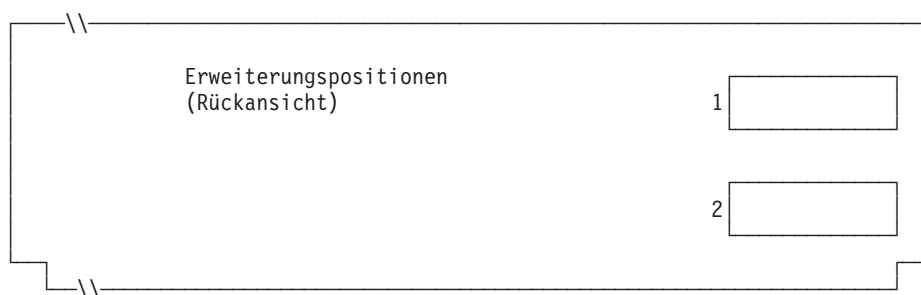

Abbildung 97. Rückseite der Kombination Handelscomputer/Datenkasse IBM 4694-2x4 oder IBM 4694-245
4. In Abb. 97 auf Seite 317 jede Erweiterungsposition, in der ein Dual-Asynchronadapter zur **Benutzung durch die Kassenprogramme** installiert ist, mit einem X kennzeichnen. Sind die Adapter zur Benutzung durch andere Anwendungen (als die Kassenprogramme) vorgesehen, keine Kennzeichnung vornehmen.